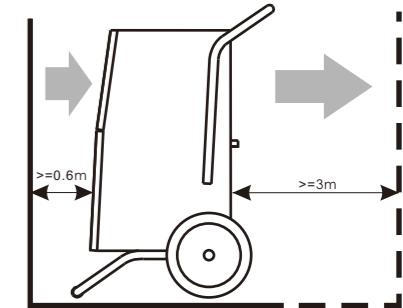

FIG. 2
- Den anbefalte minste avstanden for både innsugnings- og utslippsiden fra veggene er henholdsvis 0,6 og 3 m, dette for å oppnå best effektivitet (se FIG. 2).